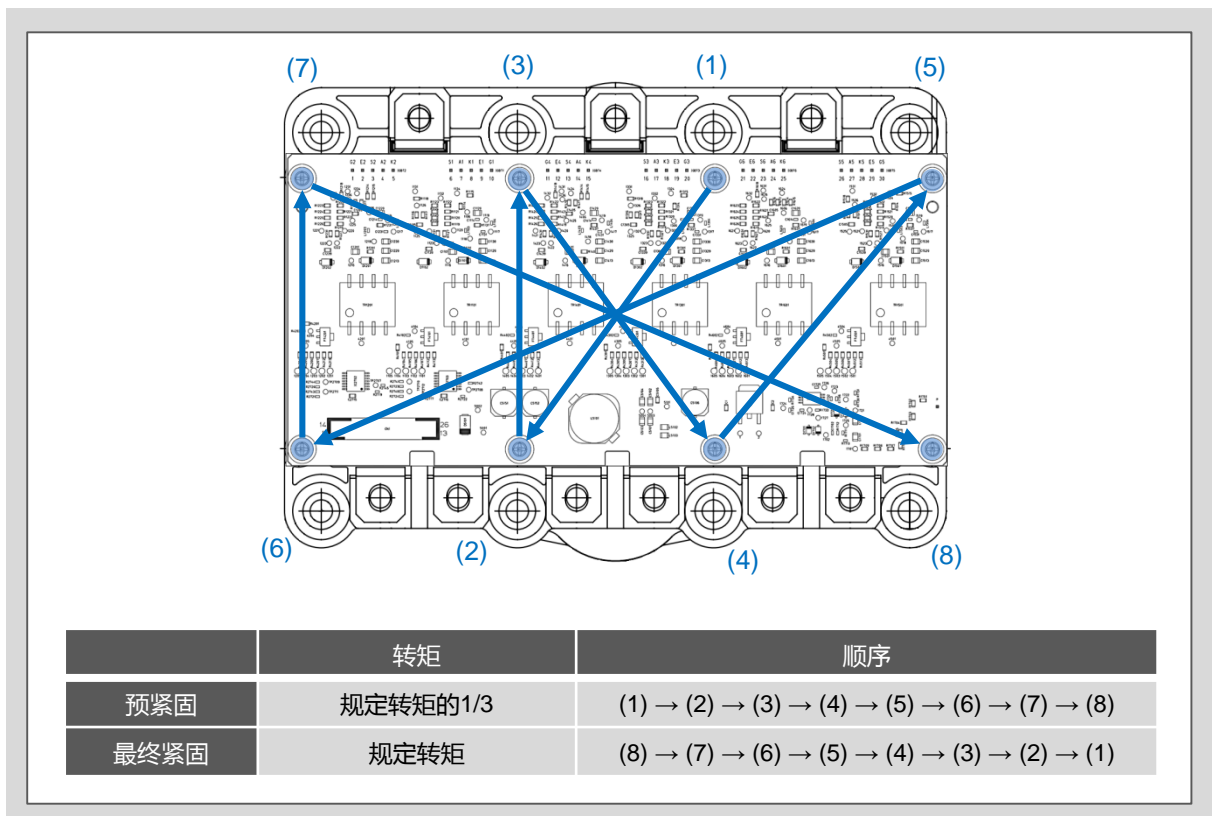

图6-2 安装PCB时的螺钉紧固顺序
- (b) 使用最终紧固转矩1/3的转矩进行预紧固，按照图6-2所示按照(1)~(8)的顺序安装。